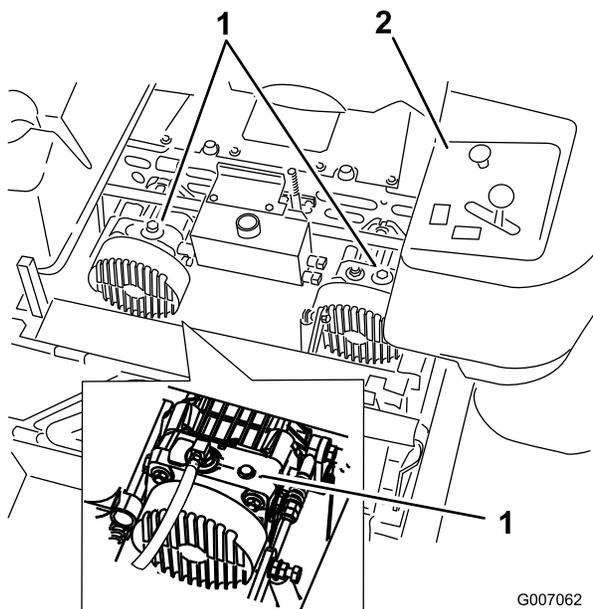

Figure 32
2. Tournez les vannes de dérivation d'un tour dans le sens anti-horaire pour pousser la machine. Cela permet au liquide hydraulique de contourner la pompe et aux roues de tourner (Figure 32).
Tournez les vannes de dérivation d'un tour dans le sens horaire pour conduire la machine (Figure 32).